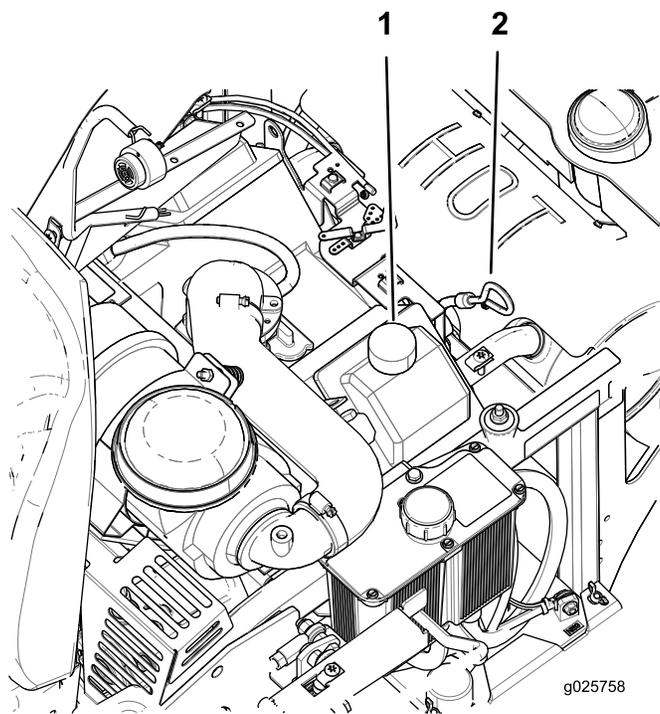

Figure 33
5. Nettoyez la surface autour de la jauge d'huile (Figure 33).
9. Si le niveau d'huile est trop bas, essuyez la surface autour du bouchon de remplissage, retirez le bouchon et faites l'appoint d'huile jusqu'à ce que le niveau atteigne le repère maximum (FULL) sur la jauge (Figure 33). Ne remplissez pas excessivement.
4. Versez lentement environ 80 % de l'huile spécifiée dans le tube de remplissage, puis faites l'appoint lentement jusqu'à ce que le niveau atteigne le repère maximum (FULL) sur la jauge (Figure 33).
5. Démarrez le moteur et conduisez la machine jusqu'à une surface plane et horizontale. Vérifiez à nouveau le niveau d'huile (Figure 33).